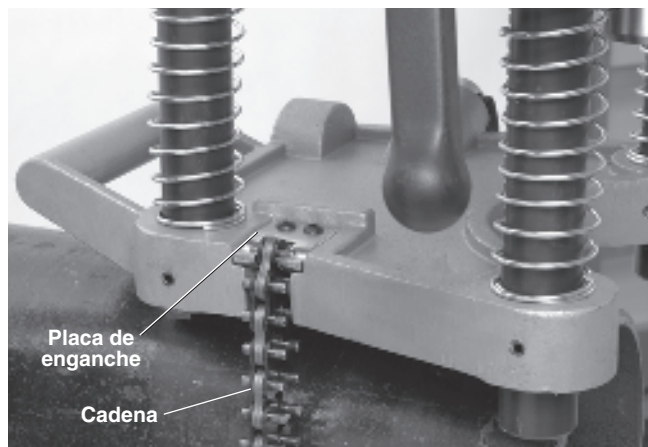

Figura 5 – Enganche de la cadena de la HC-450
- Mantenga en todo momento por lo menos una de sus manos sobre la Perforadora, con el fin de estabilizar y guiarla. Tome el extremo de la cadena y ciñala alrededor del tubo. Enganche el pasador de cadena más cercano en la placa de enganche y apriete el mango giratorio para sujetar la Perforadora al tubo (vea la Figura 5).